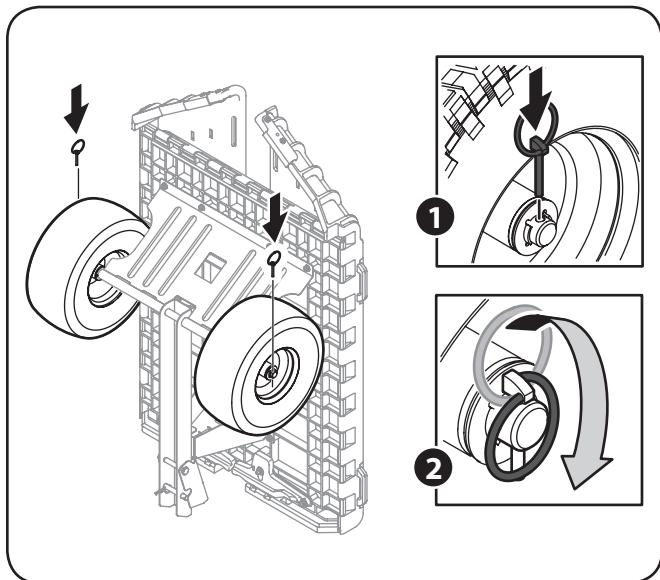

Figure 3-4
- Installez les goupilles clips de l'ensemble de quincaillerie dans les trous de chaque extrémité de l'essieu. Repliez l'anneau de la goupille clip vers le bas sur l'essieu pour fixer les roues en place. Voir Figure 3-4.